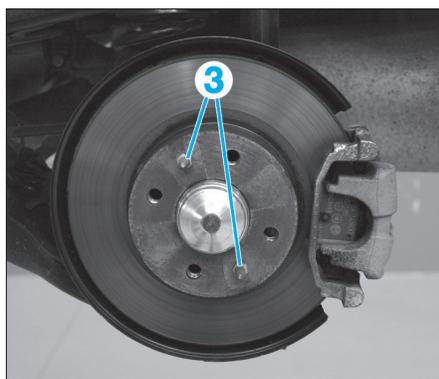

Fig. 13
- les deux vis de maintien (3) du disque (Fig.13),